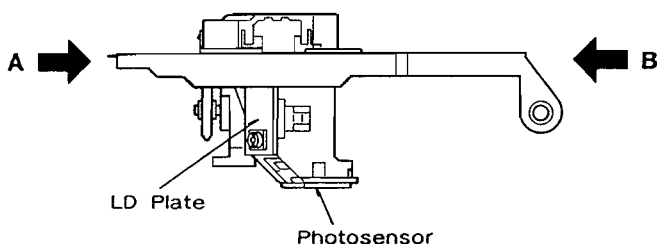

Fig. 4-3
- When lifting, moving, and replacing the Ass'y be sure to hold the A and B portions shown in Fig. 4-3.
- 持ち運び、取付け、取外しの際は、図4-3のA部とB部で支えて下さい。